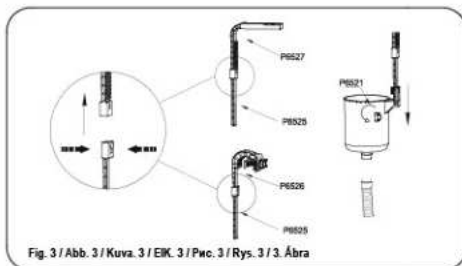

Fig. 3/Abb. 3/Kuva. 3/EIK. 3/Pac. 3/Rys. 3/3. Ábra
2. Assemble the hook: put the adjustable hook (P6525) through the adjustable fastener on the hook (P6527 or P6526). Attach the assembled hook to the skimmer body and tighten it with the provided screw (P6521). (See Fig.3)
2. Monte o gancho: coloque a vara ajustável (P6525) através da bráçadeira ajustável no gancho (P6527 ou P6526). Fixe o gancho montado ao corpo do skimmer e aperte-o com o parafuso fornecido (P6521). (Ver Fig.3)
2. Monte el gancho: ponga el muelle ajustable (P6525) a través del cierre ajustable del gancho (P6527 o P6526). Fije el gancho montado en el recogehojas y asegúrelo con el tornillo incluido (P6521). (Véase la Fig. 3)
Bringen Sie den montierten Haken am Abschlümkörper an und schrauben Sie ihn mit der mitgelieferten Schraube (P6521) fest. (Siehe Abb. 3)
2. Monteer de haak: plaats de verstellbare paal (P6525) door de verstellbare fitting op de haak (P6527 of P6526). Bevestig de gemonteerde haak aan het skimmerlichaam aan de draai vast met de bijgeleverde schroef (P6521). (zie Abb. 3)
Applicare il gancho montato all'involucro dello skimmer e stringerlo con la vite in dotazione (P6521) (v. Fig. 3).
Fixez le crochet monté sur le corps du skimmer et serrez-le avec la vis fournie (P6521). (Voir fig. 3)
Прикрепите собранный крюк к корпусу сифнера и закройте его с помощью винта, входящего в комплект (P6521). (См. рис. 3.)
2. Zmontuj hak: przetnij regulowany słupkę (P6525) przez regulowane zapięcie przy hak (P6527 lub P6526). Przyjmując zmontowany hak do cięcia skimera i dokręć go przy pomocy załączonego śrubokręta (P6521). (Patrz Rys. 3)